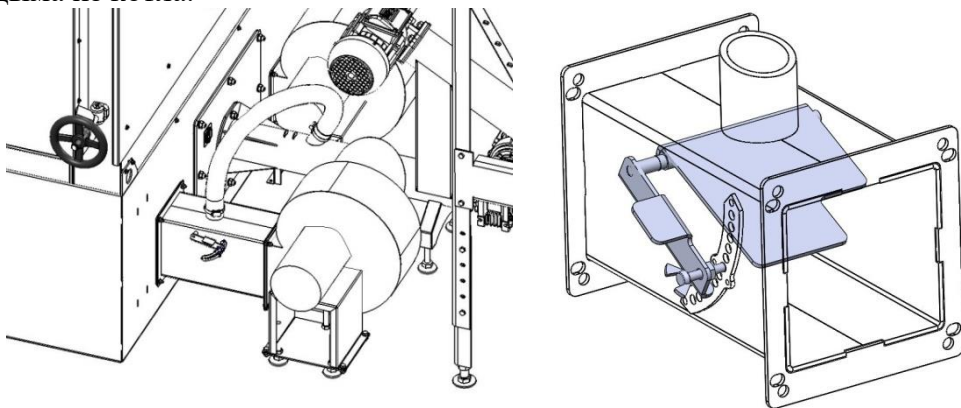

РИС. 18
5) Конструкция «Антидым» крепится к основанию котла перед вентилятором (см. рис. 18). Устройство предназначено для регулирования потока воздуха, поступающего в горелку с топливом и